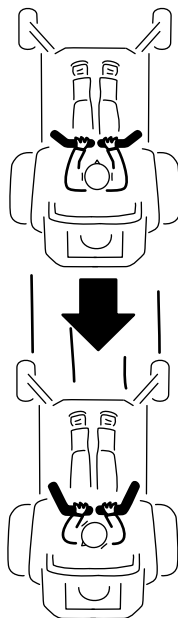

Figura 24
2. Per fare marcia indietro tirate lentamente indietro le leve di comando del movimento (Figura 24).